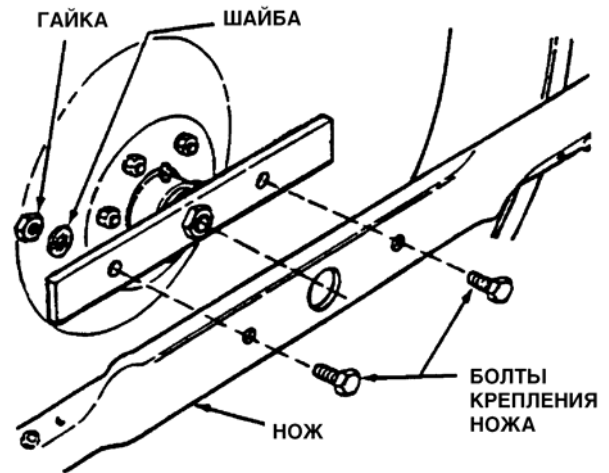

Рис. 4.11
4. Снимите нож. См. рис. 4.11.
8. Установите нож на место. См. рис. 4.11. Момент затяжки крепежных болтов составляет 30-40 фунтов на фут.